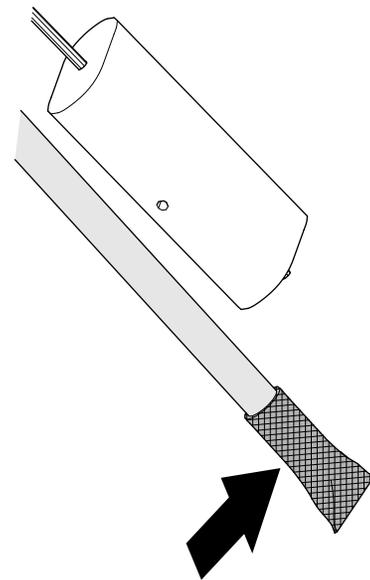

Figura 122
1. Limpie el filtro del extremo del tubo de aspiración de combustible (Figura 122).